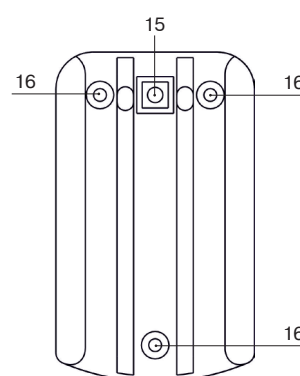
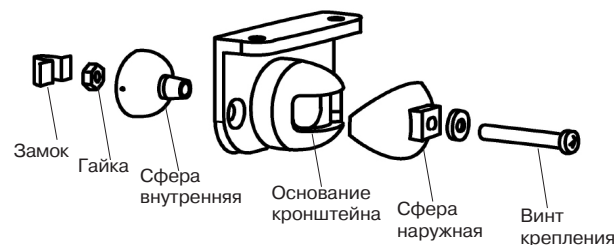

Рисунок 3 – Конструкция «Фотон-12-РК», «Фотон-12Б-РК»
Рисунок 4 – Детали кронштейна
- Снимите крышку извещателя, отжав при помощи отвертки фиксатор, расположенный в нижней части основания извещателя (рисунок 3а).
- При установке извещателя без кронштейна снимите печатную плату, отжав защелку крепления платы (12).
- Закрепите основание извещателя на выбранном месте. При креплении на кронштейне (см. рисунок 4) выверните винт М3х20 из кронштейна. Удерживая кронштейн в собранном состоянии, совместите квадратный выступ наружной сферы кронштейна с соответствующим пазом в основании извещателя и соедините винтом с усилием, обеспечивающим поворот основания на кронштейне.